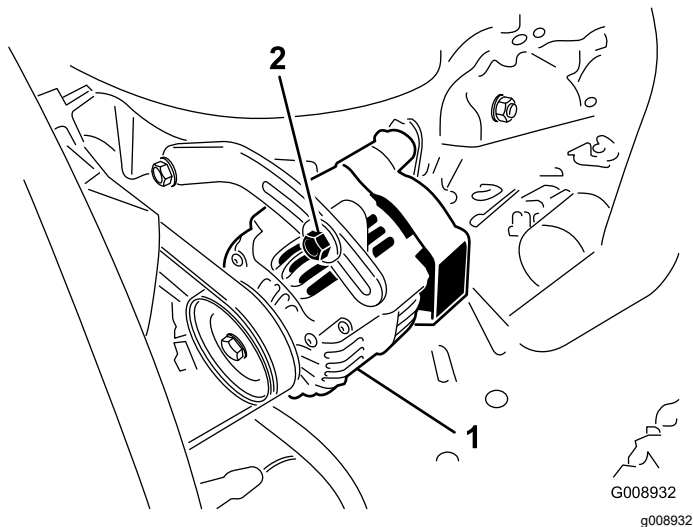

图 79
2. 如果下压不是 10mm 请松开发电机固定螺栓 (图 79)。